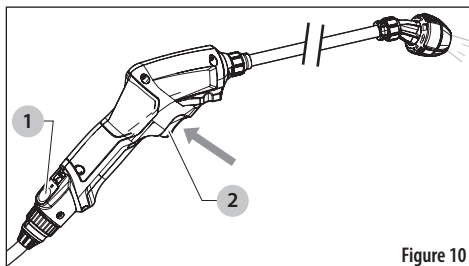

Figure 10
1. Poussez le bouton d'alimentation (1) en position « ON » (Marche). Le voyant au-dessus de bouton s'allume. Voir Figure 10.
2. Orientez pulvérisateur de lance électrique dans la direction de pulvérisation souhaitée et appuyez sur la détente (2).
3. Pour éteindre pulvérisateur de lance électrique, poussez le bouton d'alimentation (1) en position « OFF » (Arrêt). Le voyant au-dessus du bouton s'éteint.